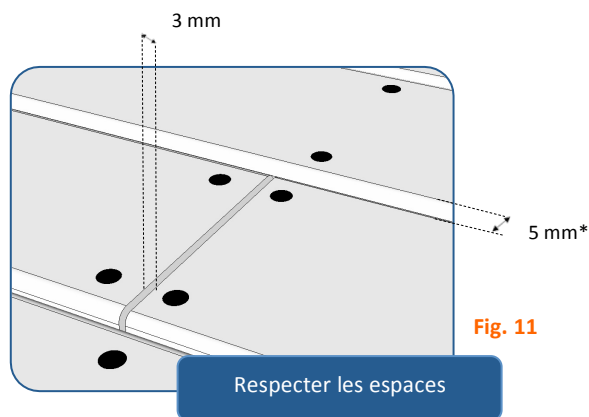

Fig. 11
- **Aligner** la deuxième rangée de lames **B** (Fig. 7) avec l'aide d'**intercalaires amovibles** pour toujours avoir les **bons espaces requis** (Fig. 11).